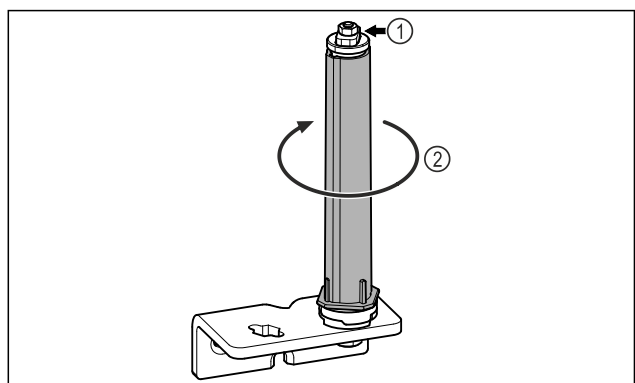

Fig. 28
- ▶ Non disassemblare il sistema di chiusura della porta Fig. 28 (1).
- ▶ Ruotare il sistema di chiusura Fig. 28 (2) finché non scatta.